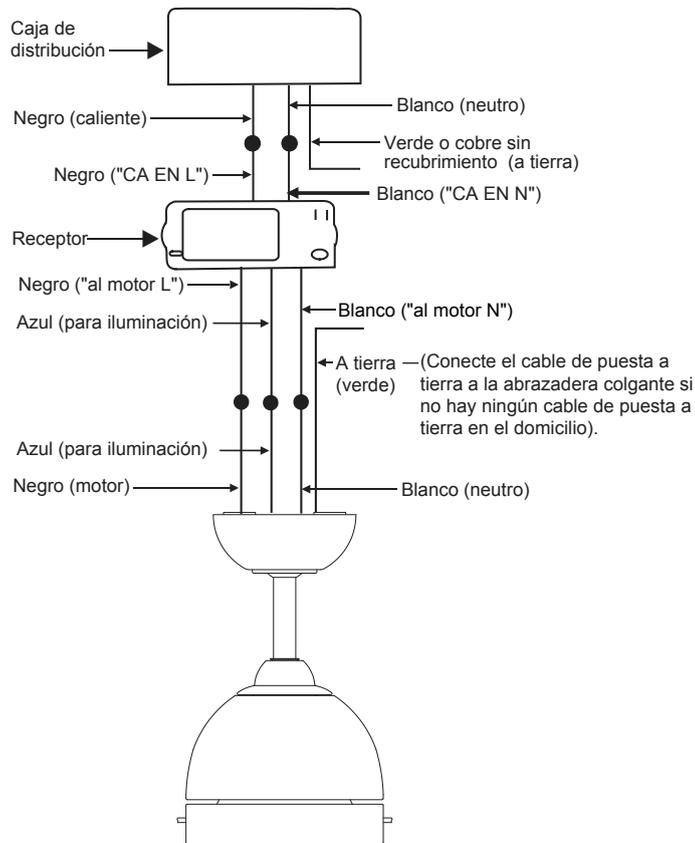

Fig. 12
Paso 2. Conexiones eléctricas del motor al receptor: (Fig.12) Conecte el cable negro del ventilador al cable negro marcado como "TO MOTOR L" (AL MOTOR L) desde el receptor. Conecte el cable blanco del ventilador al cable blanco marcado como "TO MOTOR N" (AL MOTOR N) del receptor. Conecte el cable azul del ventilador al cable azul marcado como "FOR LIGHT" (PARA ILUMINACIÓN) del receptor. Asegure todas las conexiones de cables con las tuercas plásticas para cables proporcionadas.
Paso 3. (Fig. 12) Conexiones eléctricas del receptor a los cables de alimentación del hogar: Conecte el cable negro (caliente) del cielorraso al cable negro marcado como "AC in L" (CA en L) del receptor. Conecte el cable blanco (neutro) del cielorraso al cable blanco marcado como "AC in N" (CA en N) del receptor. Asegure todas las conexiones de cables con las tuercas plásticas para cables proporcionadas.
Paso 4. (Fig.12) Si su caja de distribución eléctrica tiene un cable de puesta a tierra (verde o cobre sin recubrimiento), conéctelo a los cables de puesta a tierra del ventilador; en caso contrario, conecte el cable de puesta a tierra de la abrazadera colgante al soporte de montaje. Asegure la conexión de los cables con la tuerca plástica proporcionada. Después de conectar los cables, sepárelos de manera que el cable verde y el cable blanco estén de un costado de la caja de distribución eléctrica y el cable negro y azul estén del otro costado. Inserte las conexiones de cable con cuidado en la caja de distribución eléctrica.